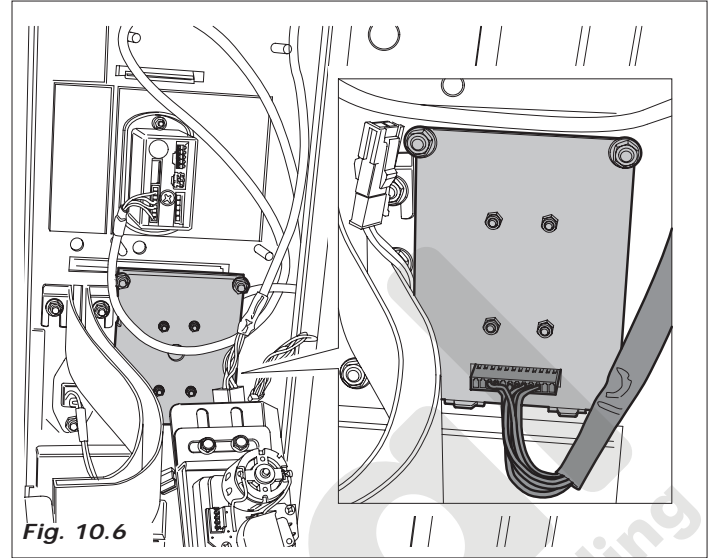

Fig. 10.6
- Extraer entonces el cárter de la tarjeta Master (Fig. 10.6) y conectar el cable de la botonera (Fig. 10.7).